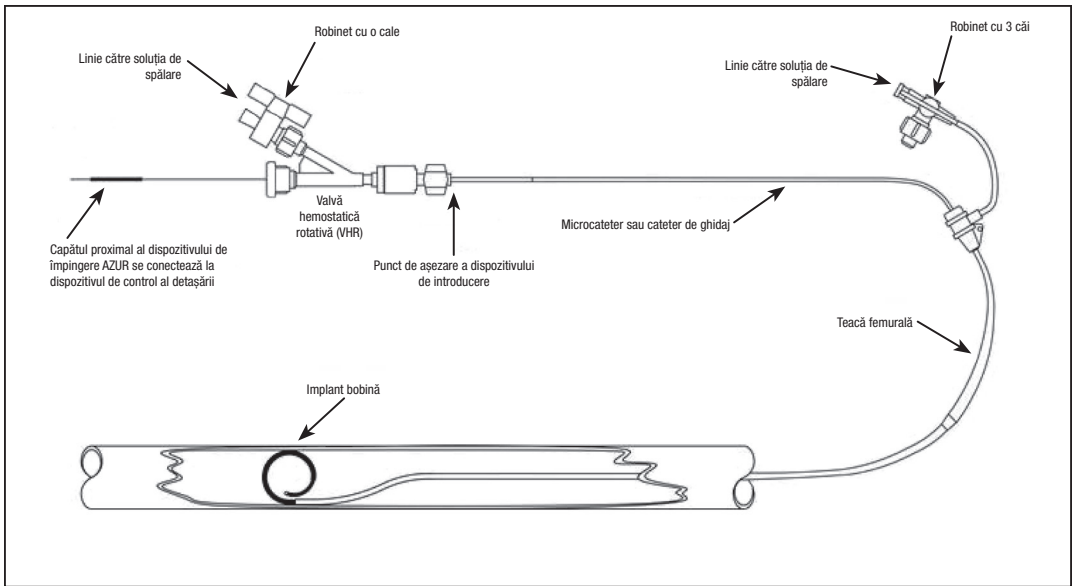

Figura 1 – Diagrama configurației unui sistem AZUR
- **NU** utilizați împreună cu dispozitive cu radiofrecvență (RF).
1. Consultați figura 1 pentru diagrama de configurare.